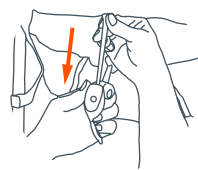
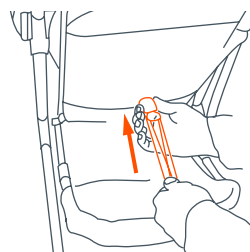

Fig. 9a
Fig. 9b
- 9) • **Para reclinar el asiento:** suelte la correa por la hebilla y ajústela hasta lograr la posición de inclinación necesaria (Fig. 9a). Para colocar el respaldo en una posición más erguida, empújelo hacia arriba con una mano mientras tira de la correa por la hebilla con la otra (Fig. 9b).